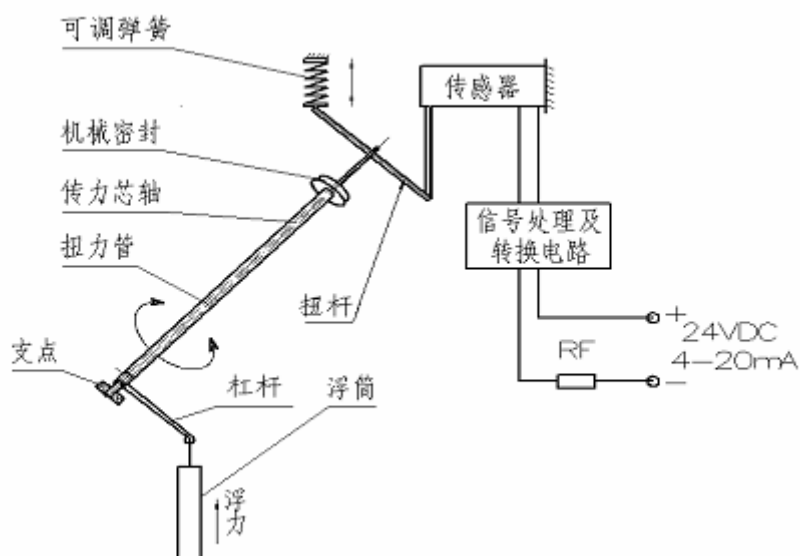
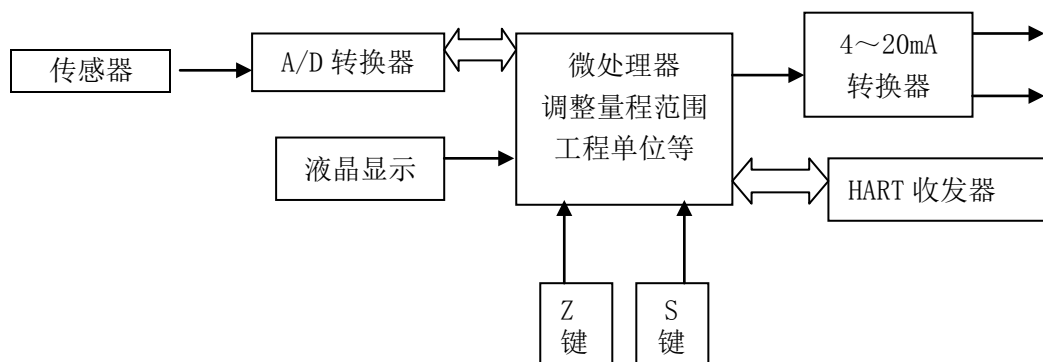

图 1 测量机构传动原理图
图 2 智能型浮筒变送器原理图
b) 主要部件作用及其工作原理: 杠杆的末端吊有内筒,内筒随介质的浮力 F 变化而升降,这个浮力作用在杠杆上,杠杆在浮力的作用下,带动与传力芯轴相连接的扭杆转动,扭杆的一端压迫称重传感器产生微小的形变,传感器将形变位移量转换成电信号,再经信号处理及转换电路转换成 4~20mA 标准信号输出,即完成变换过程。见图 1、图 2。